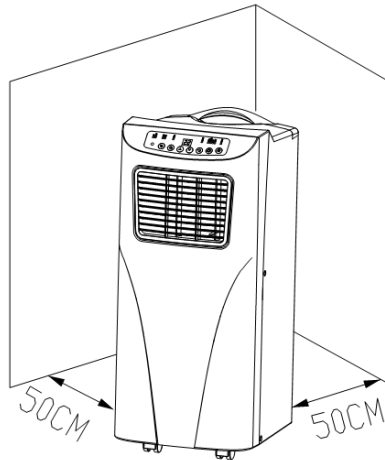

Abbildung 4
1) Bewegen Sie das Gerät mit montiertem Wärmerohr an das Fenster heran; der Abstand zwischen Gehäuse und Wänden oder anderen Gegenständen muss mindestens 50 cm betragen (wie in Abb.4 dargestellt).